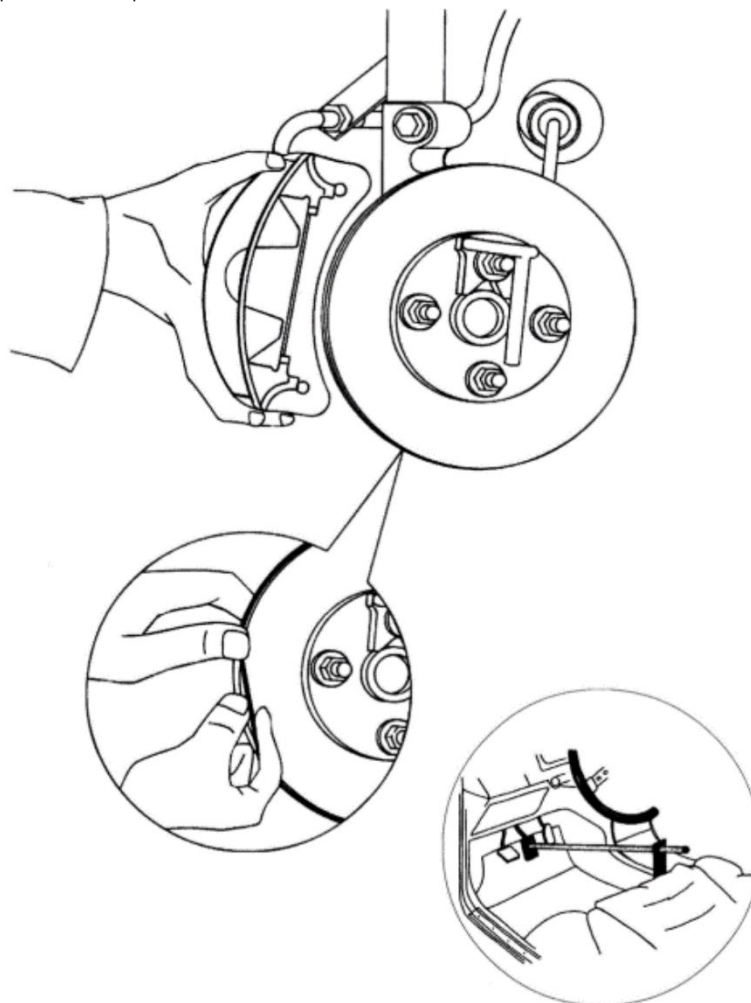

Рисунок 28
**7.9.6** Удалите резиновый успокоитель из тормозного диска (рис. 28).
**7.9.16** Установите приспособление для зажима педали тормоза, чтобы заблокировать диск (рис. 28).